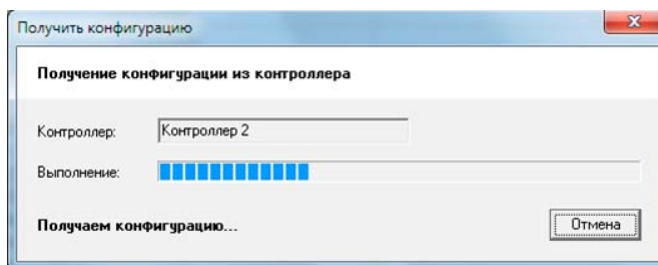

Рисунок 49 – Получение конфигурации из контроллера
- 7) Нажмите кнопку "Выбрать" в окне "Выбор контроллера", на экране отобразится процесс чтения конфигурации (см. Рисунок 49). Дождитесь окончания обмена данными с контроллером.